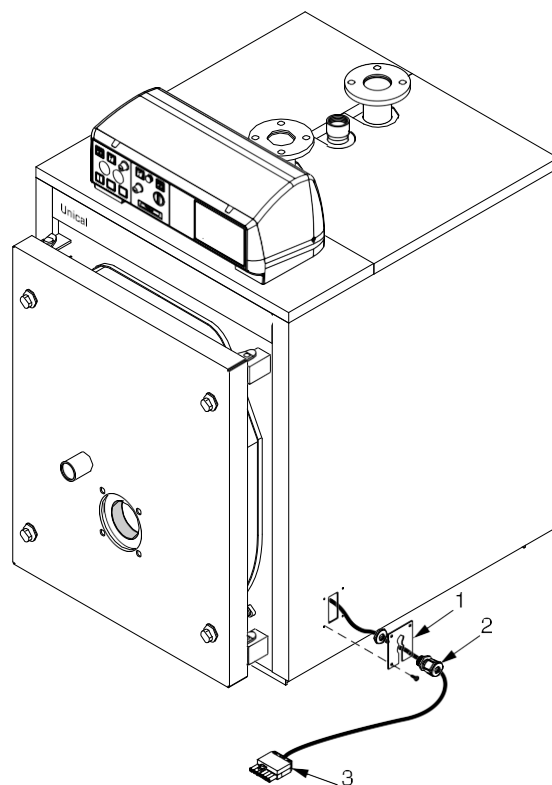

Fig. 27
Den 7-poliga kontakten och kabeln skall komma ut genom höljet genom kabelgenomföringen (1), i vilken kabeltätningen skall fästas, se fig 27 ovan.